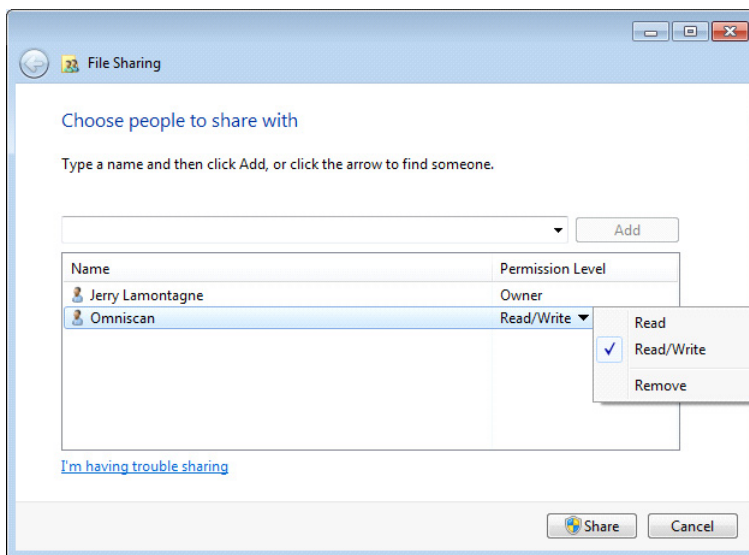

Рис. 7-29 Настройка разрешений в окне Общий доступ к файлам (Windows 7)
6. В окне **Permission Level** (Уровень разрешений) выберите **Read/Write** (Чтение и запись) для **Omniscan** (см. Рис. 7-29 на стр. 230).